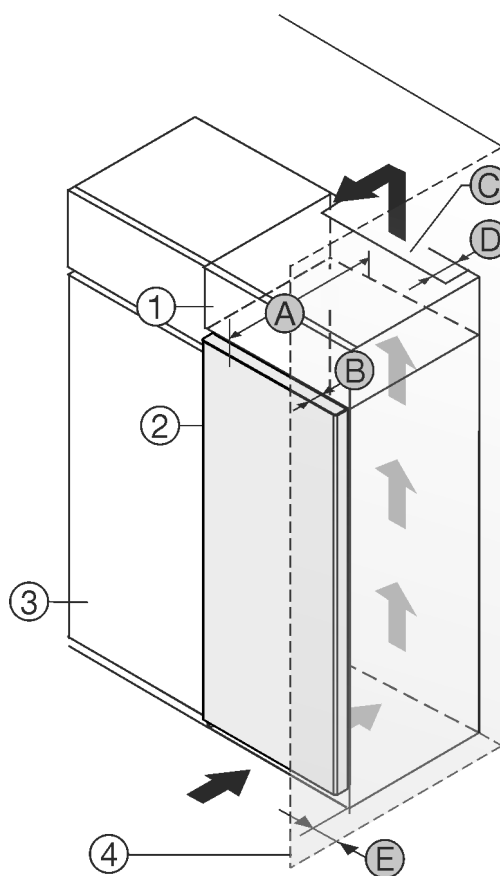

Fig. 1
- (1) Armario superior*
- (2) Aparato*
- (3) Armario de cocina*
- (4) Pared*
- (A) Profundidad del aparato*
- (B) Profundidad de la puerta*
- (C) Sección transversal de ventilación*
- (D) Distancia con respecto a la parte trasera del aparato*
- (E) Distancia con respecto al lateral del aparato*
Puede colocar el electrodoméstico directamente al lado del armario de cocina Fig. 1 (3)*.
En la parte trasera del armario superior debe haber una cámara de salida de aire con una profundidad Fig. 1 (D) que abarque toda la anchura del armario.*
Bajo el techo de la estancia debe mantenerse la sección transversal de ventilación Fig. 1 (C)*.
Si el electrodoméstico se instala con las bisagras junto a una pared *Fig. 1 (4)*, la distancia entre el electrodoméstico y la pared debe ser de como mínimo 13 mm.*
Si el electrodoméstico se instala con las bisagras junto a una pared *Fig. 1 (4)*, la distancia entre el electrodoméstico y la pared debe ser de como mínimo 20 mm.*
Para poder abrir totalmente la puerta, el electrodoméstico debe sobresalir la profundidad de la puerta *Fig. 1 (B)* respecto del frente del armario de cocina. El electrodoméstico puede sobresalir más en función de la profundidad de los armarios de cocina *Fig. 1 (3)* y del uso de distanciadores de pared.*